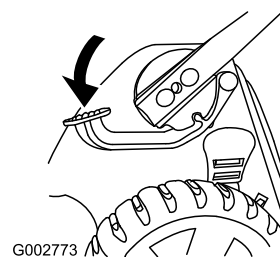

Рисунок 50
1. Нажмите на педаль и удерживайте ее в нажатом положении (Рисунок 50).